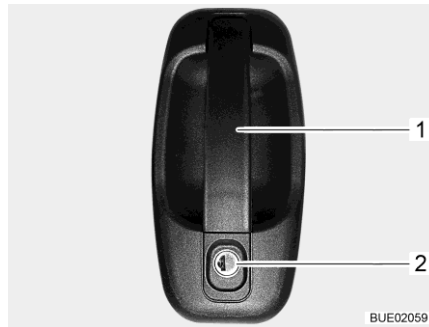

Fig. 55 Serrure de la porte (porte chauffeur, à l'extérieur)
- Insérer la clé dans le barillet (Fig. 55,2) et la tourner jusqu'à ce que la serrure de la porte soit déverrouillée.
- Tirer sur la poignée de la porte (Fig. 55,1). La porte est ouverte.
- Insérer la clé dans le barillet (Fig. 55,2) et la tourner jusqu'à ce que la serrure de la porte soit verrouillée.